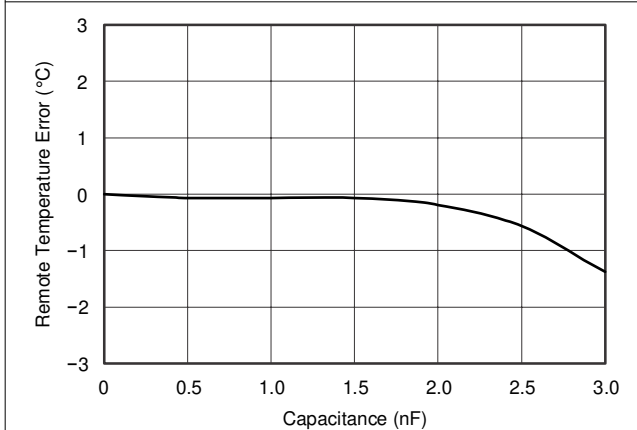
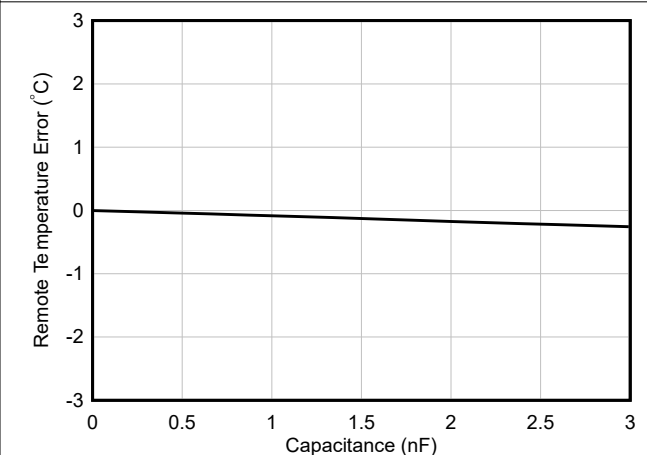
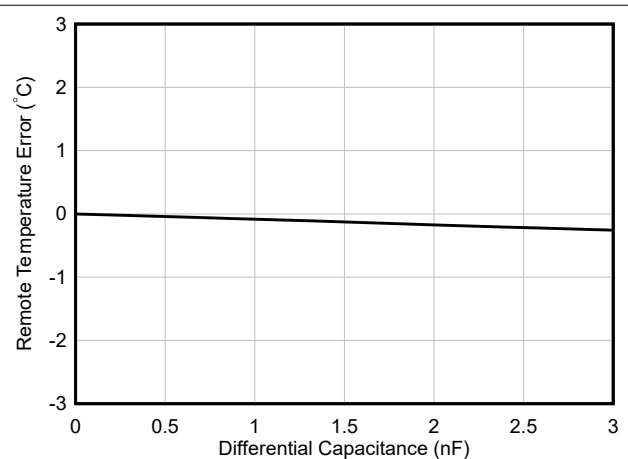

図 6-12. リモート温度誤差と差動容量との関係 (従来のチップ)
図 6-13. リモート温度誤差と差動容量との関係 (新チップ)
図 6-28. リモート温度誤差と差動容量との関係
- ほとんどのアプリケーションでは、 $C_{DIFF}$  (オプション) は  $<1000pF$  でなければなりません。 $C_{DIFF}$  の選択はアプリケーションごとに異なります。フィルタリング、図 6-12 (図 6-13 新しいチップ)、および図 6-28 を参照してください。
TMP411-Q1 デバイスおよび TMP411D-Q1 デバイスは、温度誤差の変化を最小限に抑えながら、最大 1000pF の差動入力容量を許容できます。容量が検出されたリモート温度誤差に与える影響を、図 6-12 (新しいチップは図 6-13) および図 6-28 に示します。